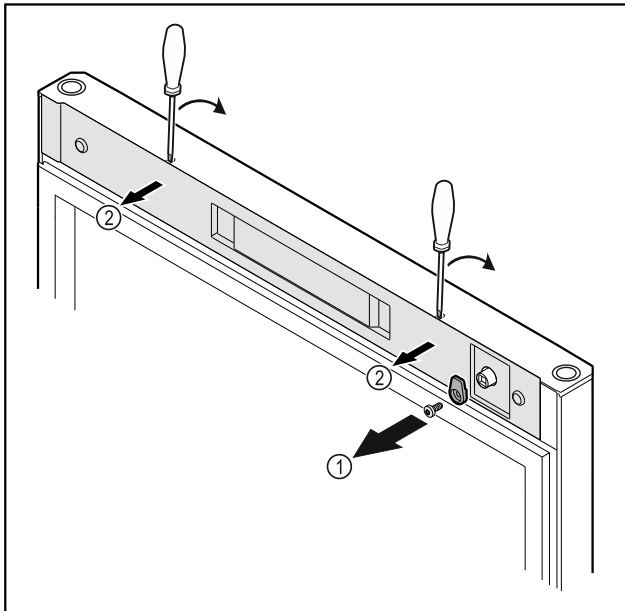

Fig. 18
- Dévisser le crochet de fermeture Fig. 18 (1).
- Décrocher le cache Fig. 18 (2) avec un petit tournevis et le retirer.